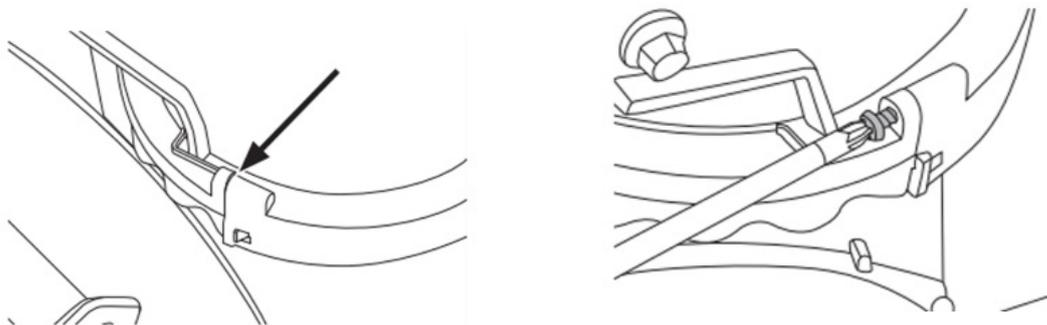

рис. 5
- закрепите жёлоб и рукоятку болтами (рис.5).